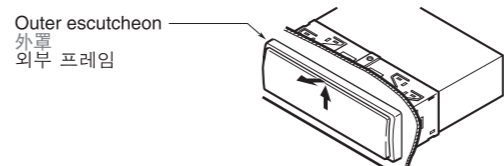

Figure 7 / 图 7 / 그림 7
- Press the outer escutcheon upward and remove it. (Figure 7)
- 向上按压外罩将其取下。(图7)